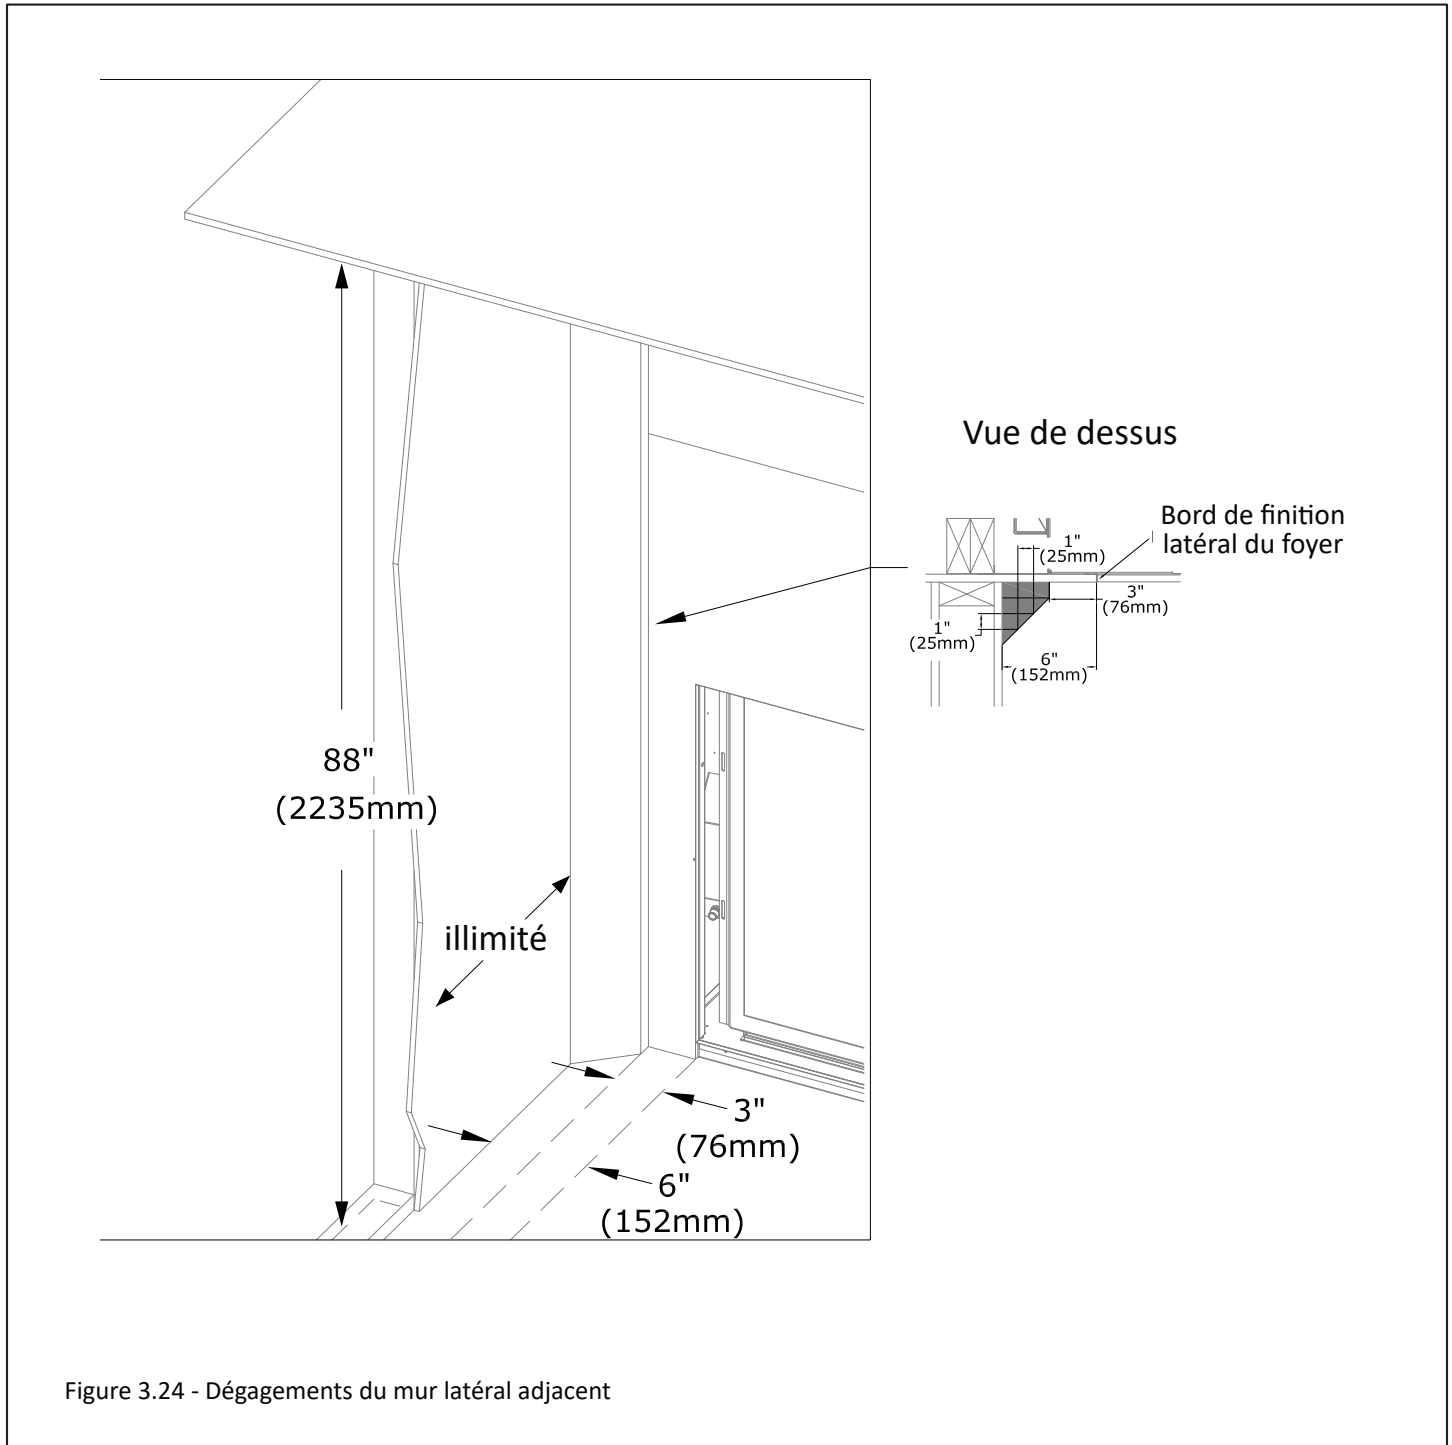

Figure 3.24 - Dégagements du mur latéral adjacent
- Montants (piédroits) du manteau: Voir «Dégagement au mur latéral combustible» (ci-dessous) et la Figure 3.24.
- Dégagement au mur latéral combustible: Une bordure de mur latéral combustible ayant 1 po (25 mm) de projection peut commencer à 3 po (76 mm) du bord de finition latéral du foyer. Après les premiers 6 po (152 mm) d'éloignement du bord de finition latéral du foyer, le mur latéral peut avoir une projection illimitée. Voir la Figure 3.24.
- La Figure 3.24 montre qu'une bordure de mur latéral combustible ayant 1 po (25 mm) de projection peut commencer à 3 po (76 mm) du bord de finition latéral du foyer. Après les premiers 6 po (152 mm) d'éloignement du bord de finition latéral du foyer, le mur latéral peut avoir une projection illimitée. Si vous installez le contour rectangulaire en option sur l'ouverture du foyer, vous devez prévoir les dégagements nécessaires. Pour plus d'information, voir la Section 3.1.2.